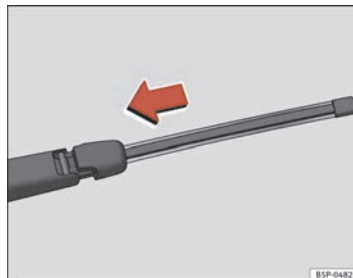

Fig. 184 Colocar la escobilla de limpiaventana
- Sitúe la escobilla, tal como se indica en la ⇒ página 250, fig. 184 y deslice el adaptador hasta que encastre.